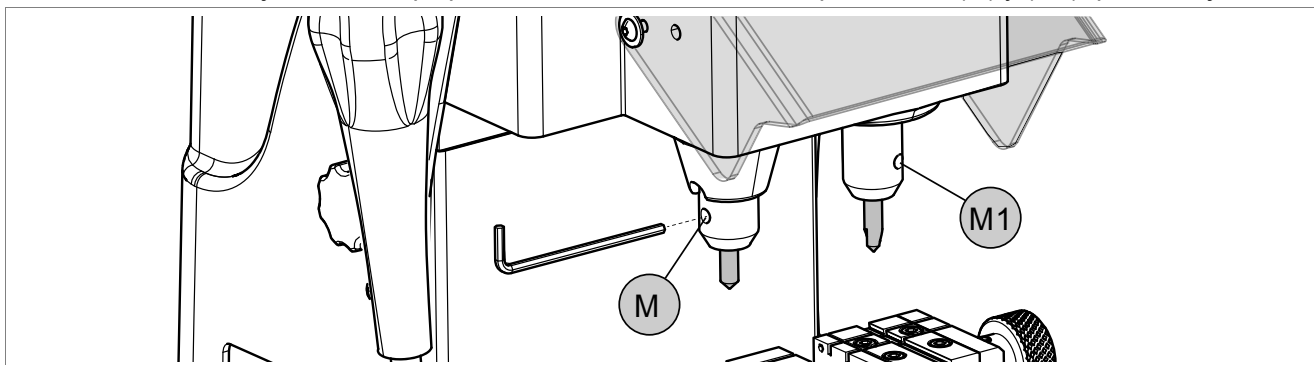

Fig. 10
- 1) Introduzca hasta el fondo el palpador en la pinza izquierda y sujételo sirviéndose del botón (M) (Fig. 10).